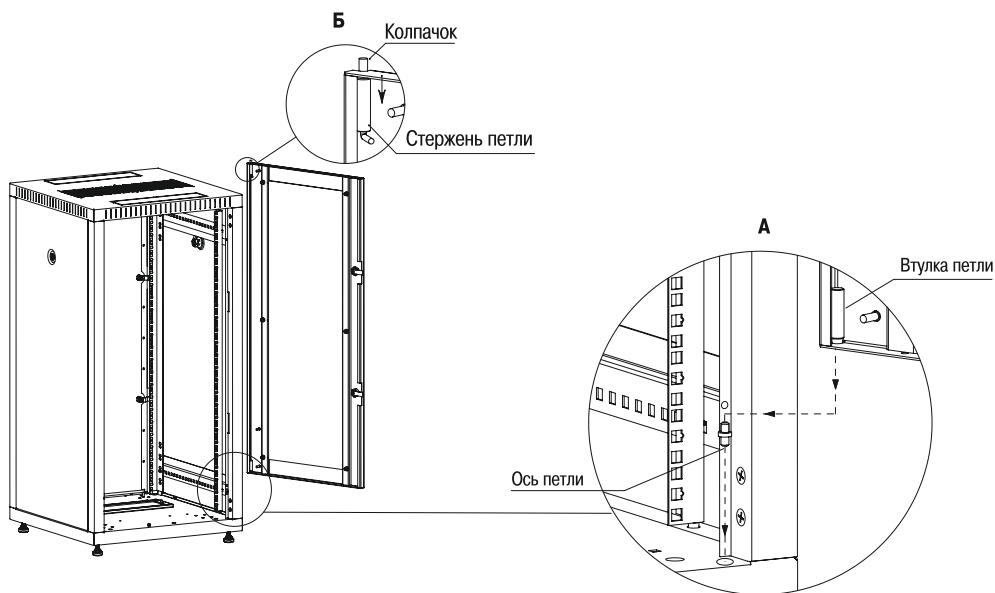

Рисунок 9 – Установка дверей
4.3.7.2 Вставьте ось в круглое технологическое отверстие в основании близ стойки, наденьте втулку петли на подпятник установленной оси (действие А). Оттяните стержень петли вниз (действие Б), защелкните колпачок петли в отверстие на крыше (рисунок 9). Закройте дверь на замок. При правильном монтаже дверь вращается плавно, запирается без особых усилий.